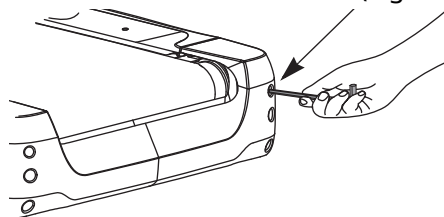

Figura 1
1. Localize o parafuso de ajuste na tampa de extremidade direita no canto traseiro da esteira (Figura 1).